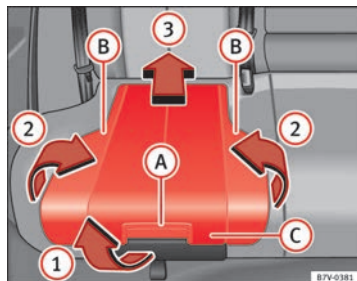

Fig. 29 Seggiolino per bambini integrato: sollevare il cuscino.
- Tirare il cuscino in avanti dalla leva di sbloccaggio ⇒ fig. 29 **A**) nella direzione indicata dalla freccia **1**.